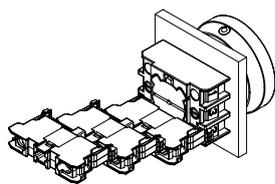
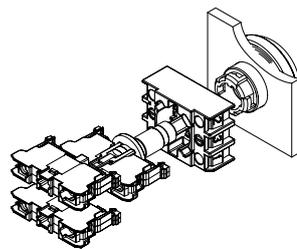

Fig.4
Fig.5
2. A montagem dos elementos de contacto do sistema de contactos RF é realizada através dos encaixes nas posições 1 a 3 no flange de montagem (ver a fig. 4). A posição central (pos. 3) está prevista para a montagem de lâmpadas em dispositivos com iluminação (ver a fig. 5).